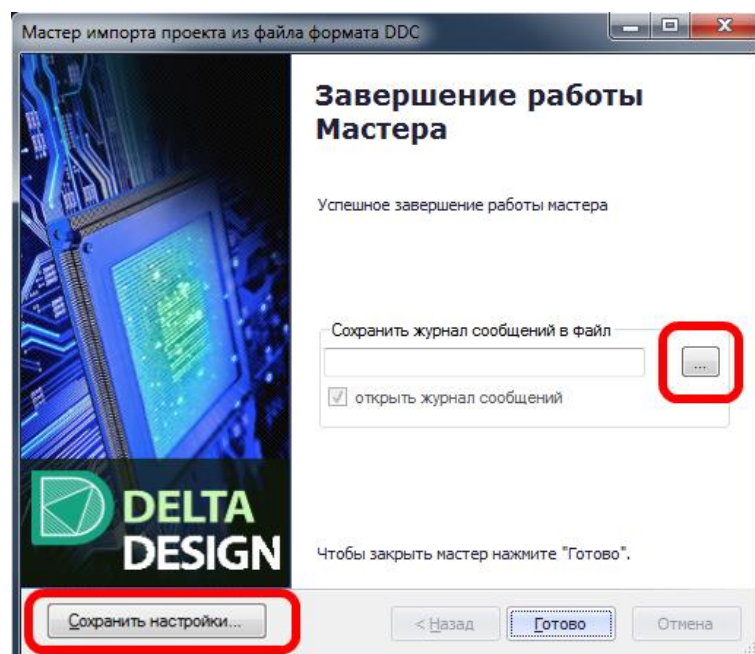

Рис. 356. Заключительное окно мастера импорта проектов Delta Design (DDC)
10. В заключительном окне мастера, см. Рис. 356, будет предложено создать и просмотреть текстовый файл, содержащий протокол импорта проекта, сохранить выбранные при импорте настройки (сопоставления семейств, атрибутов и слоев) и завершить импорт.
Для сохранения текстового файла с протоколом импорта проекта нажмите кнопку  - «Выбор» (отмеченную на Рис. 356). Если поле «Открыть файл